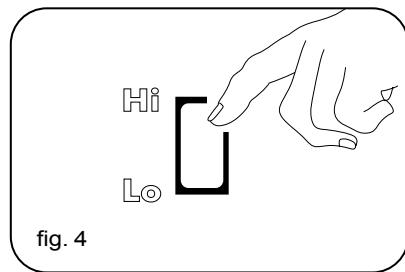

fig. 4
1. Снимите водяную пробку в задней части корпуса. Подключите к отверстию стока А трубку для воды диаметром 6 мм (Рис. 4, 5).